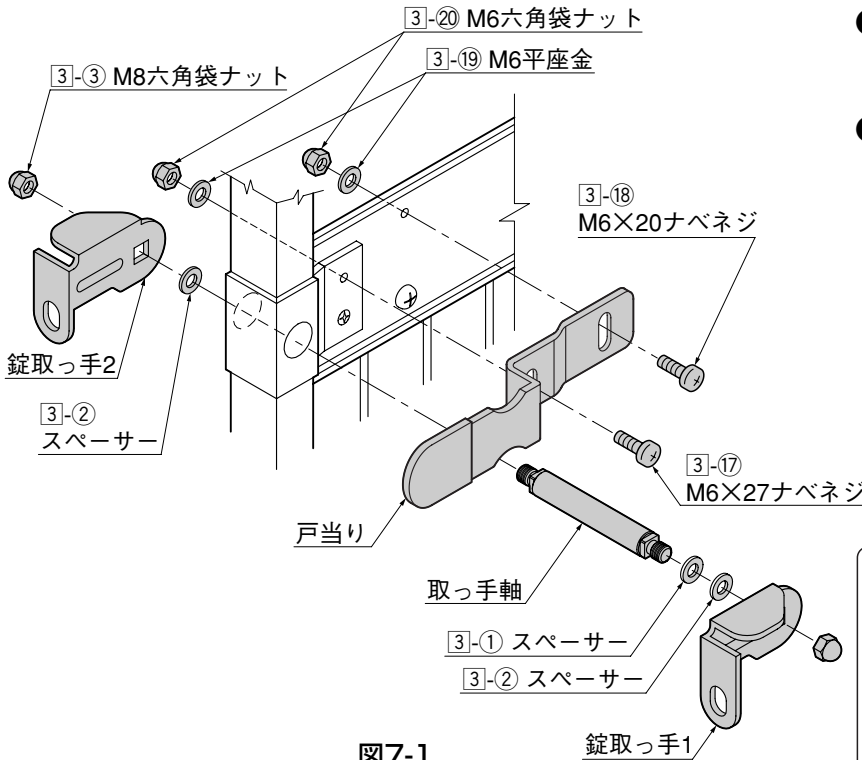

図7-1
① 錠取っ手1、錠取っ手2を取っ手軸と3-1、3-2と3-3で組付けてください。
② 扉の開く方向にあわせて戸当りを取付けてください。このとき戸当りは水平になるよう調整して取付けてください。取付けるネジは錠パネルを固定しているネジをはずして付属の3-17、3-18で扉に取付けてください。(図7-1参照)